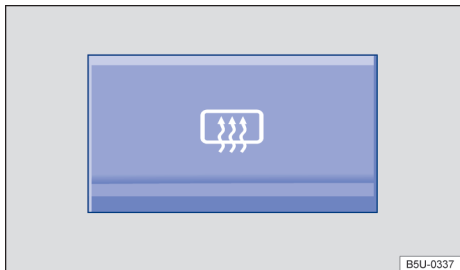

Fig. 76 No console central: botão do desembaçador do vidro traseiro.
- Pressionar o botão → Fig. 76 para ligar o desembaçador do vidro traseiro.